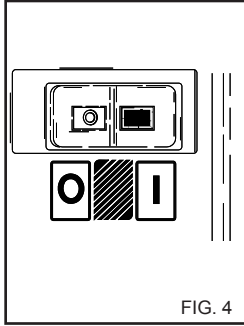

FIG. 4
2) Detenga la hidrolimpiadora girando el interruptor de encendido hacia la pos. "0" (fig. 4).